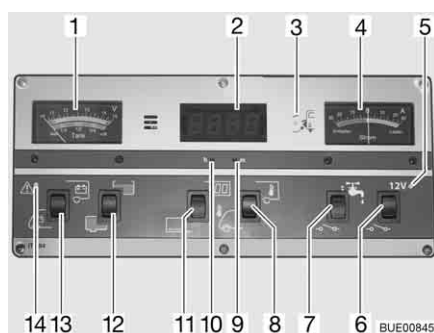

Fig. 162 Panneau de contrôle IT 994
Observer sur l'indicateur de charge/de niveau de réservoir (Fig. 162,1), la graduation supérieure. L'indicateur s'éclaire automatiquement dès qu'un commutateur est actionné.
- Commutateur à bascule (Fig. 162,13) vers le bas : La tension de la batterie de démarrage est affichée.
- Commutateur à bascule (Fig. 162,13) vers le haut : La tension de la batterie de cellule est affichée.
Observer sur l'indicateur de charge/de niveau de réservoir (Fig. 162,1) la graduation inférieure. L'indicateur s'éclaire automatiquement dès qu'un commutateur est actionné.
- Commutateur à bascule (Fig. 162,12) vers le haut : Le niveau du réservoir d'eau est affiché.
- Commutateur à bascule (Fig. 162,12) vers le bas : Le niveau du réservoir d'eaux usées est affiché.
Le voyant d'alerte rouge ALARME (Fig. 162,14) clignote dès que la charge de la batterie de cellule descend en dessous de 11 V (mesurée en marche) et qu'il y a risque de décharge profonde des batteries.
Mise en marche : ■ Commutateur à bascule (Fig. 162,11) vers le haut : L'affichage de l'horloge numérique est activé. L'affichage de température est en ordre de marche.
Mise hors service : ■ Commutateur à bascule (Fig. 162,11) vers le bas : L'affichage de l'horloge numérique et l'affichage de température sont désactivés.
Régler : ■ Appuyer avec un objet fin, p. ex. l'extrémité d'un stylo à bille, sur l'orifice pour l'affichage des heures (Fig. 162,10) jusqu'à ce que l'indication des heures souhaitée s'affiche.
■ Appuyer avec un objet fin, p. ex. l'extrémité d'un stylo à bille, sur l'orifice pour l'affichage des minutes (Fig. 162,9) jusqu'à ce que l'indication des minutes souhaitée s'affiche.
Affichages : ■ Commutateur à bascule (Fig. 162,8) vers le haut : La température intérieure s'affiche.
■ Commutateur à bascule (Fig. 162,8) vers le bas : La température extérieure s'affiche.
Cet indicateur (Fig. 162,4) permet de visualiser en permanence le flux de courant actuel de la batterie. L'indicateur s'éclaire automatiquement dès qu'un commutateur est actionné.
L'interrupteur principal 12 V (Fig. 162,6) établit ou coupe le panneau de contrôle et l'alimentation 12 V de la cellule.
Mise en marche : ■ Commutateur à bascule (Fig. 162,6) vers le haut : L'alimentation 12 V de la cellule est assurée. Le voyant de contrôle (Fig. 162,5) s'allume en vert.
Mise hors service : ■ Commutateur à bascule (Fig. 162,6) vers le bas : L'alimentation 12 V de la cellule est coupée. Le voyant de contrôle (Fig. 162,5) s'éteint.
Le voyant de contrôle 12 V (Fig. 162,5) s'allume dès que l'interrupteur principal 12 V (Fig. 162,6) est enclenché.
Le voyant de contrôle jaune 230 V (Fig. 162,3) s'allume si l'arrivée du bloc électrique est sous tension de réseau.
Mise en marche : ■ Commutateur à bascule (Fig. 162,7) vers le haut : L'alimentation en eau est activée.
Mise hors service : ■ Commutateur à bascule (Fig. 162,7) vers le bas : L'alimentation en eau est désactivée.